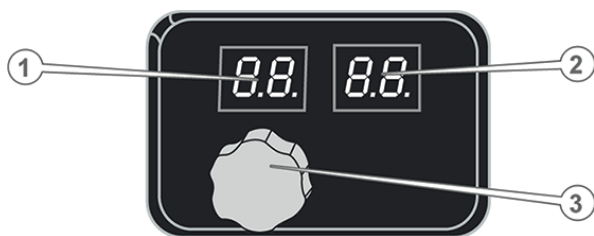

Рисунок 3. Вигляд індикаторного дисплея контролю за встановленим та фактичним ступенем нагріву.
1. Встановити обертанням регулятора (3, рис. 3) термостата бажану ступінь нагріву повітряного потоку.